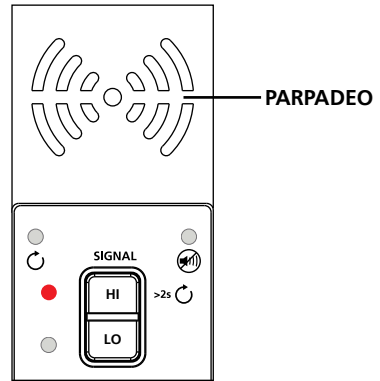

Figura 3.1c: Indicador del transmisor que muestra la señal en el modo HIGH (ALTO)
3. Seleccione el modo de señal presionando HIGH (ALTO) para la mayoría de las aplicaciones. El transmisor aparecerá como se muestra en la Figura 3.1c. El LED comenzará a parpadear rápidamente.